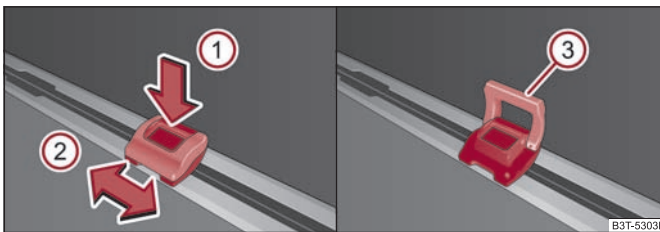

Fig. 92 Inelele de prindere mobile
- Apăsați tasta (1) ⇒ fig. 92 și împingeți inelul de ancorare în poziția dorită, săgeata (2).
- Rabatați mânerul (3) ⇒ fig. 92 în sus și montați, de exemplu, plasa de siguranță. ■